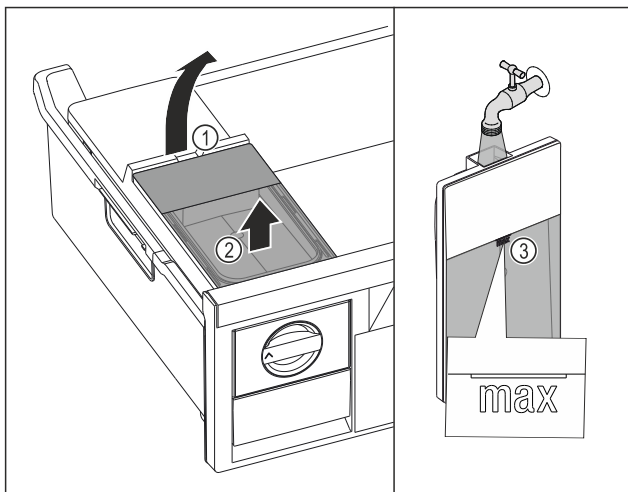

Fig. 150
- Tõstke veepaak väljalõikest Fig. 150 (1) üles.
- Võtke veepaak ülespoole välja. Fig. 150 (2)
- Täitke veepaak märgistuseni Fig. 150 (3) joogiveega.